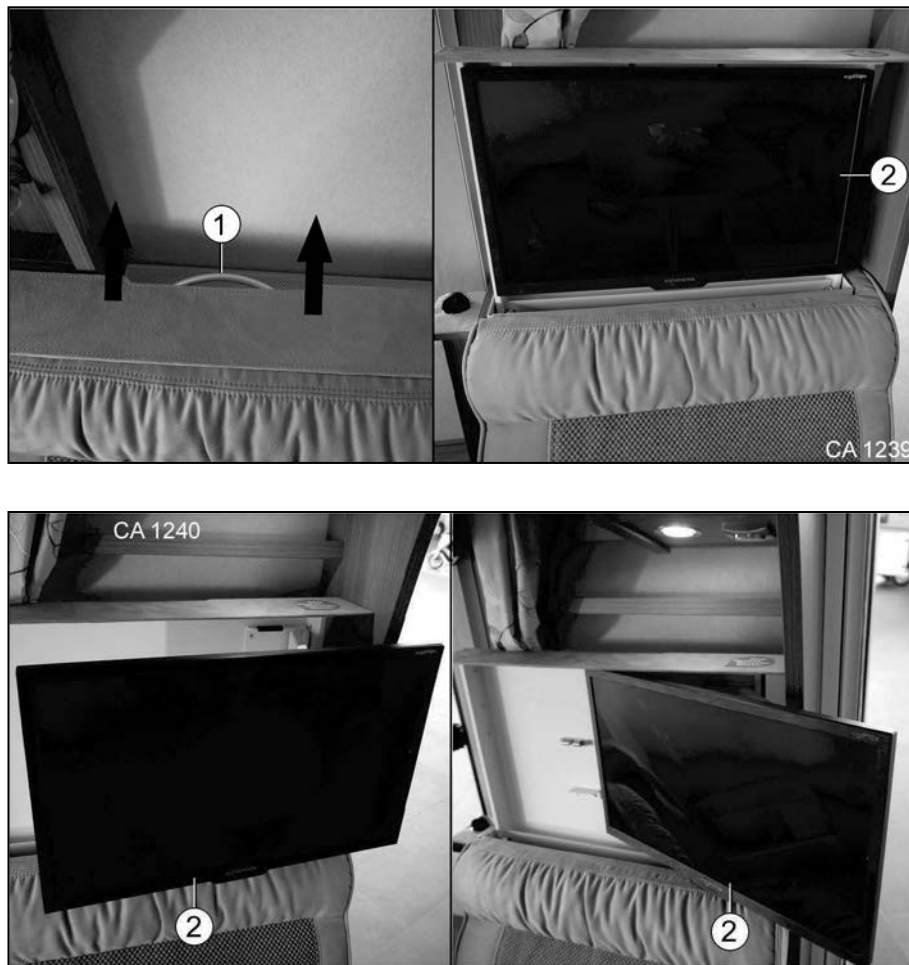

Fig. 132 Système coulissant de l'écran TV au niveau de la banquette latérale
1. Tirer la poignée (Fig. 132/1) dans la direction indiquée.
2. Tirer l'écran TV (Fig. 132/2) hors du support.
3. Pivoter l'écran TV (Fig. 132/2) vers la droite ou vers la gauche.